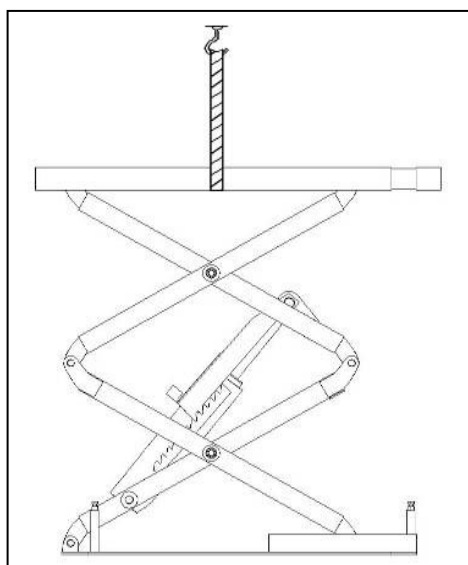

рис. 15
- используйте вилочный подъемник или другие подъемные механизмы для подъема платформ (рис. 15) и убедитесь, что предохранительные механизмы устройства активированы и зафиксированы